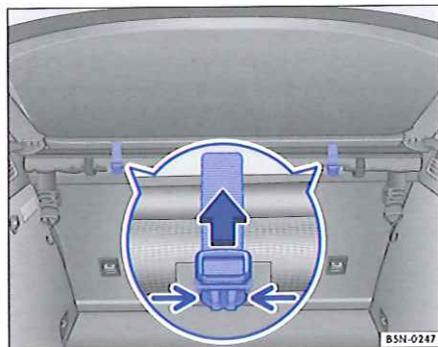

Fig. 102 Sous le couvre-coffre : retrait du filet de séparation hors de ses fixations.
- Comprimez les verrouillages ⇒ fig. 102 (petites flèches) et retirez du verrouillage le pêne de la ceinture.
- Placez le filet de séparation dans les fixations et verrouillez les fixations ⇒ fig. 102.